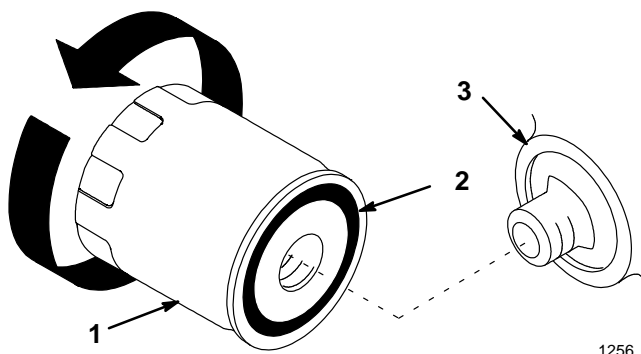

Figure 48
2. Déposer le filtre à huile usagé de la boîte-pont et essuyer la surface de joint de l'adaptateur du filtre (Fig. 48).
3. Enduire d'une mince couche d'huile fraîche le joint de caoutchouc du filtre neuf (Fig. 48).
4. Monter le nouveau filtre à huile de transmission sur l'adaptateur, en vissant le filtre dans le sens des aiguilles d'une montre jusqu'à ce que le joint de caoutchouc touche l'adaptateur, puis en le vissant encore de 3/4 de tour supplémentaire (Fig. 48).